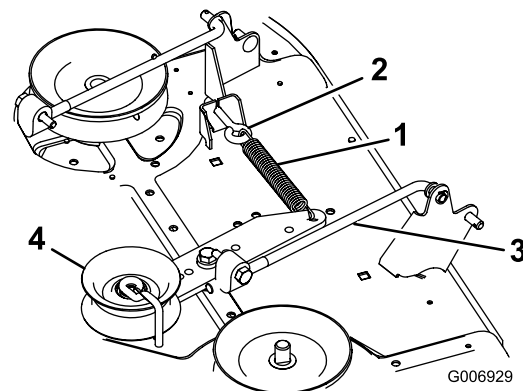

Figure 44
16. Accrochez le ressort du bras de la poulie de tension au boulon à œil du plateau de coupe (Figure 44).